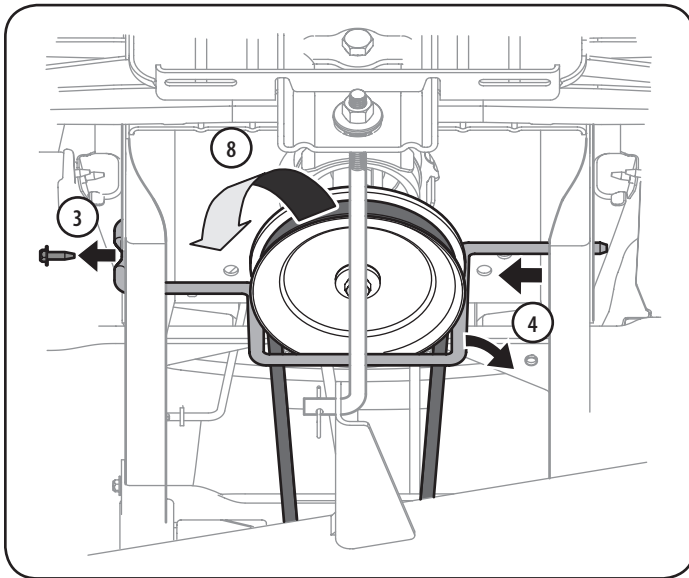

Figura 24
- c. Saque el tornillo hexagonal que asegura la varilla guardapoleas del motor al chasis. Vea la Figura 24.
- d. Deslice la varilla hacia la derecha para sacarla. Vea la Figura 24.